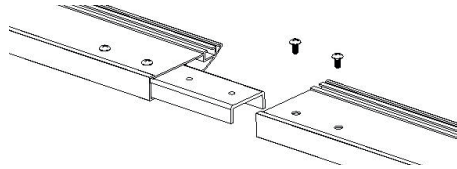

Abb. 1
Legen Sie die horizontalen Rahmenteile (A) mit der flachen Seite auf den Boden. Legen Sie ein sauberes und weiches Tuch unter die Rahmenteile, um Kratzer auf der Oberfläche zu vermeiden. Die beiden senkrecht abgeschnittenen Seiten zeigen zueinander. Stecken Sie ein Verbindungselement (H) gemäß Abbildung 1 in ein Rahmenteil. Achten Sie darauf, dass die Löcher übereinander liegen. Schrauben Sie nun mit zwei Schrauben (J) das Verbindungselement (H) fest. Sobald dies befestigt ist, schieben Sie das Element in das andere Rahmenteil (A) und achten auch hier darauf, dass die Löcher übereinander liegen. Schrauben Sie nun mit zwei Schrauben (J) das Verbindungselement (H) fest. Wiederholen Sie diesen Schritt ein weiteres Mal mit den übrigen Bauteilen. Dieser Schritt ist abgeschlossen, wenn Sie zwei montierte horizontale Rahmenteile vorliegen haben.
2. Schieben Sie pro horizontalem Rahmenteil (A) 4 Rutschgewinde (G) zzgl. folgender angegebener Rutschgewinde gem. Abbildung ein: